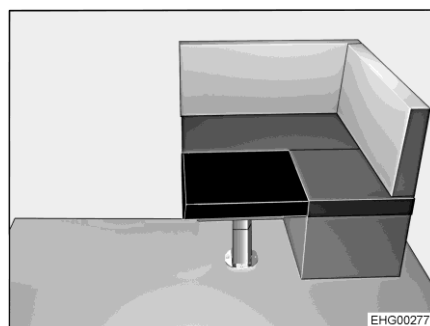

Fig. 55 Después de la transformación
- Colocar el cojín adicional en el tablero de la mesa (Fig. 55).